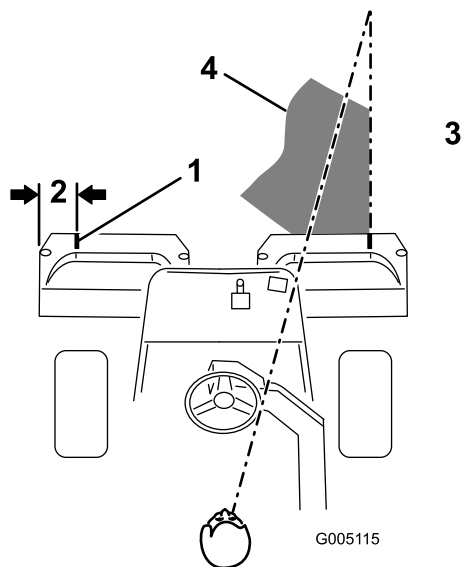
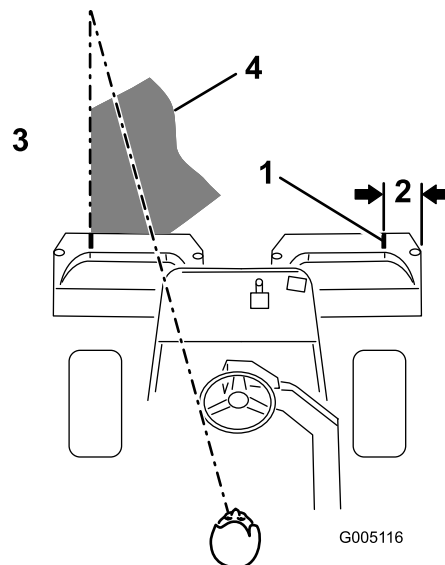

Figura 42
Figura 43
2. Coloque uma fita branca ou pinte um tira em cada um dos cestos, paralelamente à extremidade exterior de cada cesto (Figura 42).
3. Sobreponha uma quantidade mínima com o corte anterior nas passagens adicionais. Para cortar em linha recta ao longo do relvado e de modo a conseguir manter uma distância equitativa entre a extremidade da zona de corte anterior, estabeleça uma linha imaginária de aproximadamente 1,8 a 3 metros à frente da máquina até a extremidade da zona por cortar (Figura 42 e Figura 43). Alguns utilizadores acham útil incluir a borda exterior da roda motriz na linha imaginária; por exemplo, mantenha a extremidade da roda motriz alinhada com um ponto que se mantém sempre à mesma distância da dianteira da máquina (Figura 42 e Figura 43).